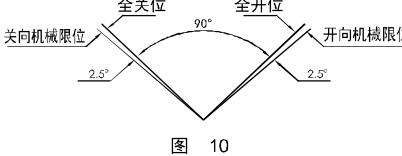

图 10
- 如无特殊要求，出厂调试时执行机构全关位和全开位之间行程角度为90°。用户配阀后，如果阀门的全关位、全开位和执行机构的全关位、全开位不一致，需进行重新调整，调整时机械限位必须符合图10的要求。